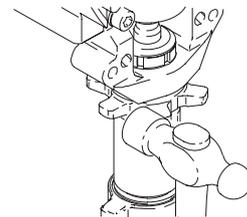

Abb. 13
4. Abb. 13. Mit einem max. 570 g schweren Hammer fest auf die Sicherungsmutter klopfen, um sie zu lösen. Pumpe abschrauben.